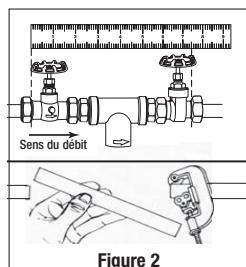

Figure 2
2. Installer les raccordements à compression sur la tête de la cartouche à l'aide des adaptateurs, sans resserrer. En maintenant en place la tête de la cartouche munie des adaptateurs vis-à-vis du tuyau, indiquer la longueur de tuyau à retirer. Couper la canalisation à l'aide du coupe-tuyau. (figure 2).